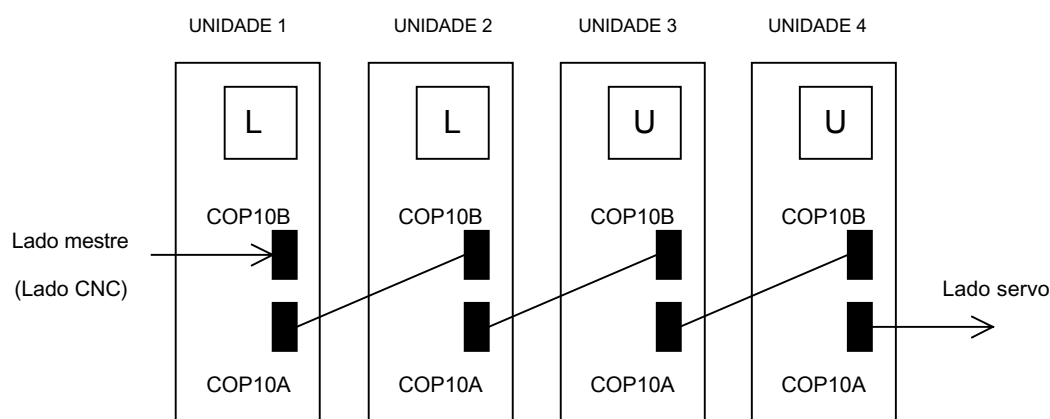

Fig. 3.2.13
- (2) Causa, identificação e solução de problemas
- (a) Substitua o cabo ótico do SVM (COP10A) que está mais distante do CNC, no qual pode-se visualizar "L" (na Fig. 3.2.13, o cabo entre a UNIDADE 2 e a UNIDADE 3).
- (b) Substitua o SVM que está mais distante do CNC no qual "L" é exibido (na Fig. 3.2.13, UNIDADE 2).
- (c) Substitua o SVM do COP10A que está mais distante do CNC no qual "L" é exibido (na Fig. 3.2.13, UNIDADE 3)